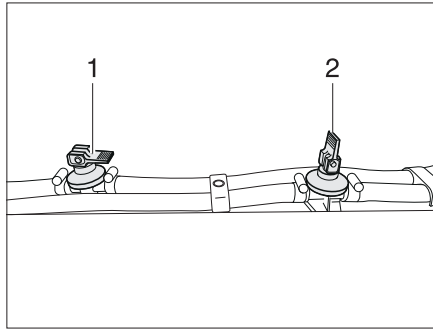

Bild 359 Ablasshahn
- Alle Ablasshähne öffnen. Dazu den Kipphebel (im Bild 359,2) senkrecht stellen.